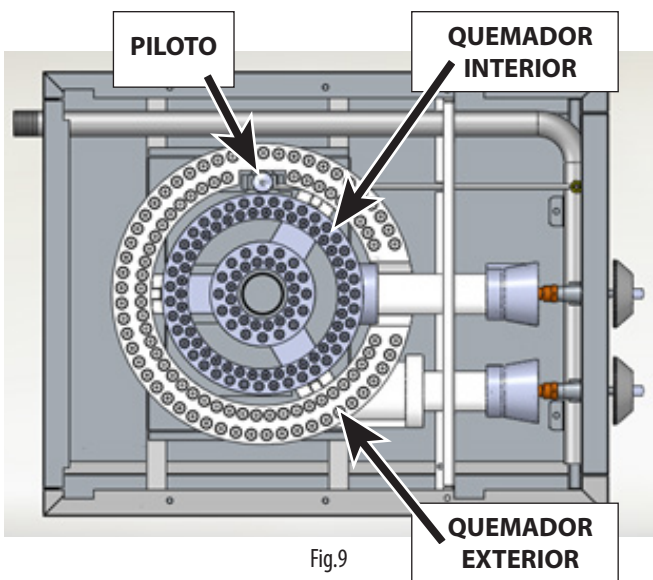
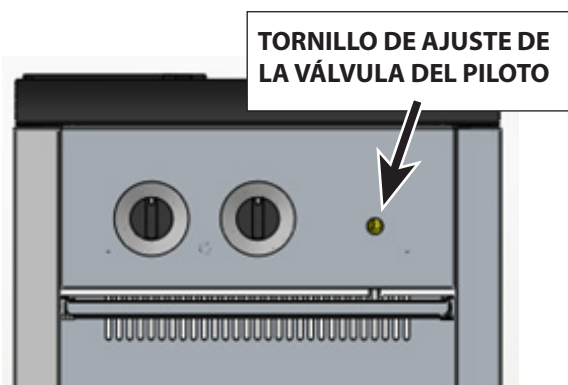

Fig.9
Fig.10
3. Coloque una fuente de encendido (como un cerillo encendido) en el piloto (Fig. 9). Cuando se establezca la llama, retire la fuente de encendido. Si es necesario, gire el tornillo de la válvula del piloto para ajustar la altura de la llama del piloto (Fig. 10).
El quemador es de dos secciones, controladas por válvulas de control infinito para servicio pesado: la sección central en "estrella" (Fig. 9) está en un quemador independiente, con una entrada de 40.000 BTU/h, y se controla con la perilla de la válvula de quemador derecho; el círculo exterior del quemador (Fig. 9) es el otro quemador independiente de 40.000 BTU/h, controlador con la perilla de la válvula de quemador izquierdo.